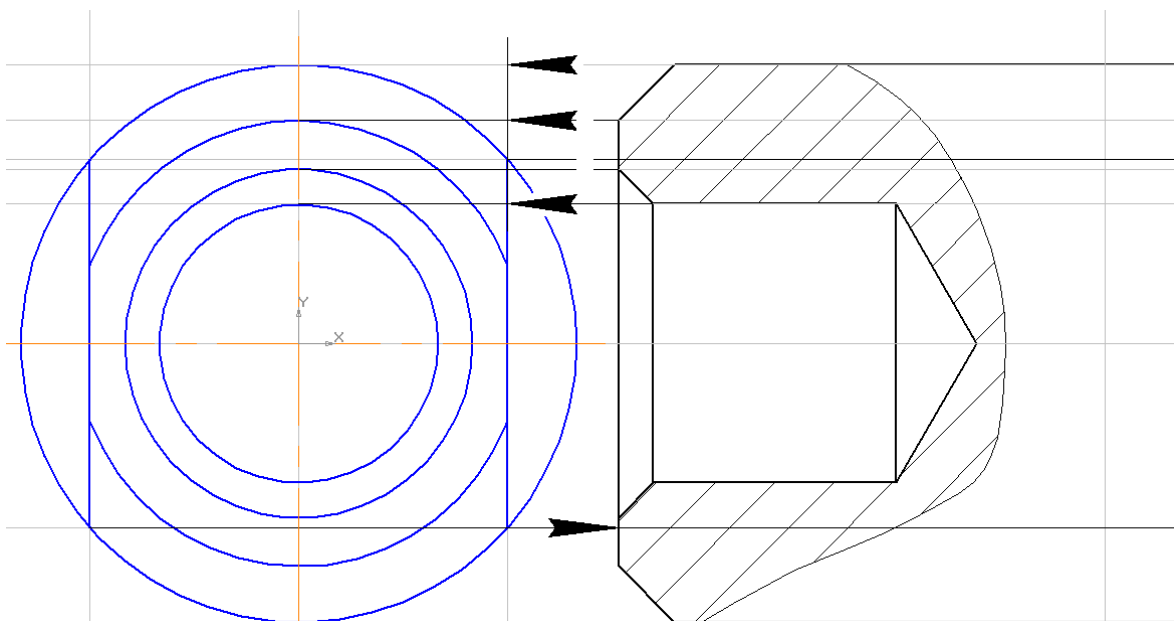

Рис. 41
8. Для выполнения вида слева нажмите кнопку **Создать новый вид**  с параметрами: масштаб М1:1, базовая точка (42, 234). В проекционной связи постройте вид слева, рис. 41.